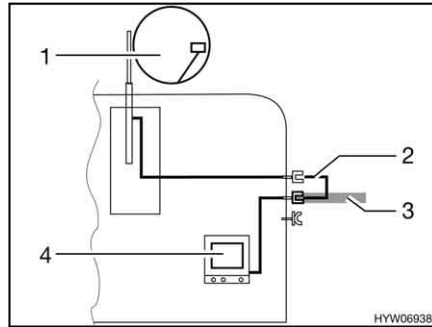

Fig. 121 TV dans le véhicule
- TV dans le véhicule (Fig. 121,4) : Raccord à l'antenne sur le toit (Fig. 121,1) avec câble d'alimentation (Fig. 121,2)
- TV dans le véhicule (Fig. 121,4) : Raccord à l'antenne extérieure (Fig. 121,3)